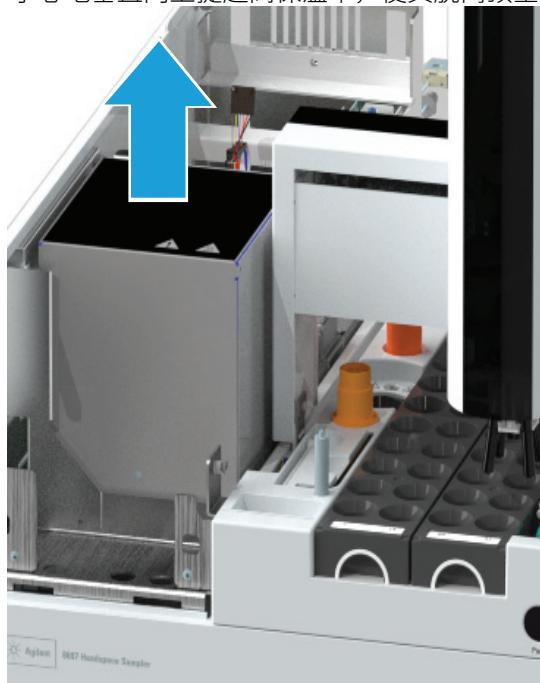

图 4. 垂直向上提起阀保温罩
- 3 小心地垂直向上提起阀保温罩，使其脱离顶空（图 4）。